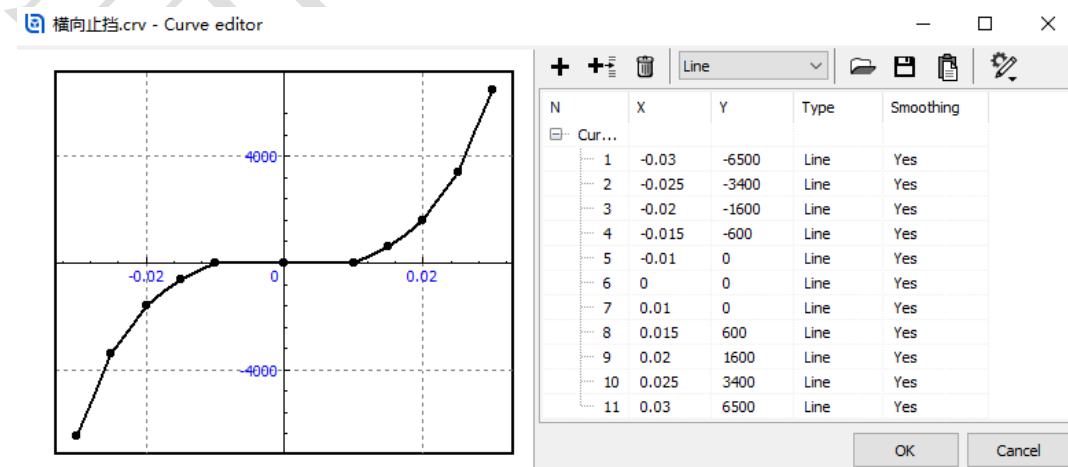

图 3-82
- 13) 点击 **Force** 栏按钮打开**曲线编辑器**，点击按钮，读取“D:\UM 培训教程\曲线素材”路径下的**横向止挡.crv** 文件，其非线性特性如图 3-82。